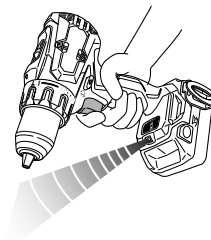

Fig. 19
15. Messages d'alerte par témoin DEL (Fig. 19)